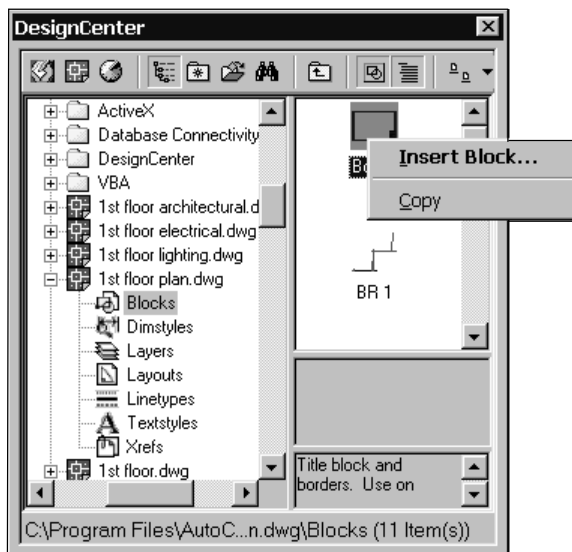

Рис. 7.10. Контекстное меню при вставке блока правой кнопкой мыши
- из контекстного меню (рис. 7.10) выбрать **Insert block** (Вставить блок).